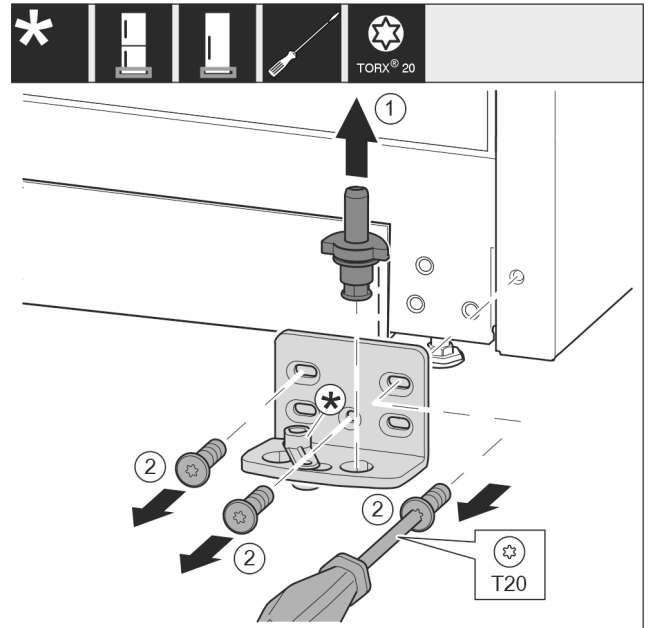

Fig. 10
- Nxirrni jashtë komplet bazamentin mbështetës nga lart. Fig. 10 (1)
- Nxirrni jashtë vidat me një kaçavidë T20 dhe hiqni bazamentin mbështetës. Fig. 10 (2)